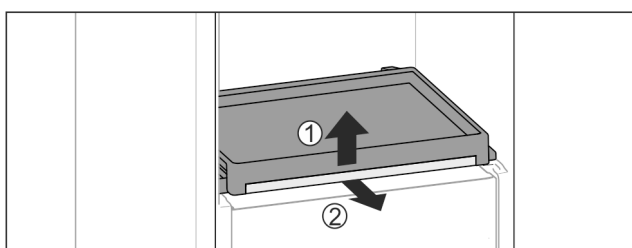

Fig. 113
- Retirar el estante extraíble con la plancha de cristal: levante ligeramente la parte delantera de la plancha de cristal Fig. 113 (1) y extraígalo hacia adelante Fig. 113 (2).